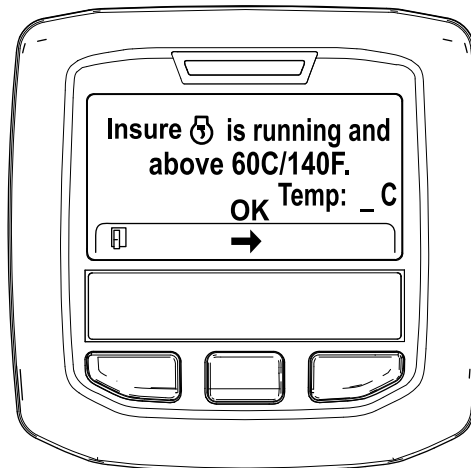

Рисунок 46
5. Если температура охлаждающей жидкости ниже 60 °C (140 °F), появится сообщение "Insure  is running and above 60C/140F" («Убедитесь в том, что двигатель работает и температура выше 60 °C / 140 °F»). (Рисунок 46).